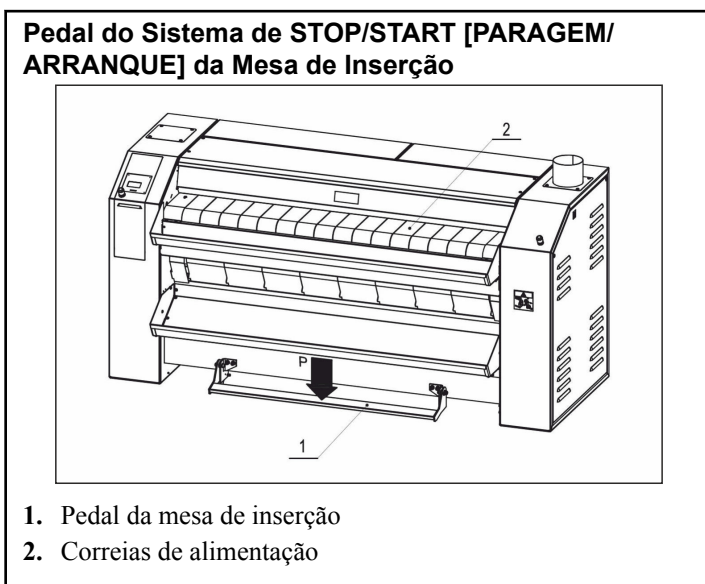

Figura 29
- O pedal do sistema Stop / Start da mesa de inserção *Figura 29* é um mecanismo concebido para interromper ou reativar o funcionamento das correias de alimentação da mesa de inserção. O pedal está situado em baixo, na dianteira da máquina, por baixo do suporte dianteiro.